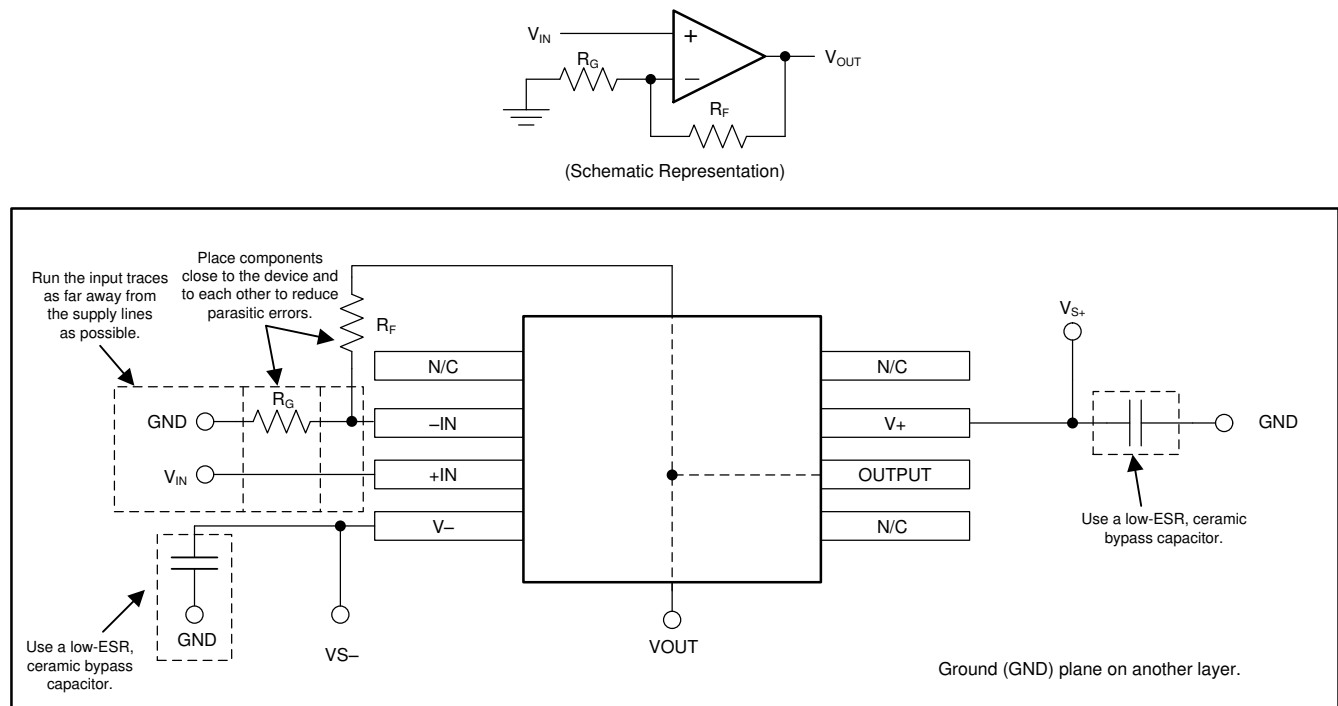

図 7-6. 非反転構成のオペアンプ基板のレイアウト
- 外付け部品は、可能な限りデバイスに近く配置します。図 7-6 に示すように、 R_F と R_G を反転入力に近づけて配置すると、寄生容量が最小化されます。